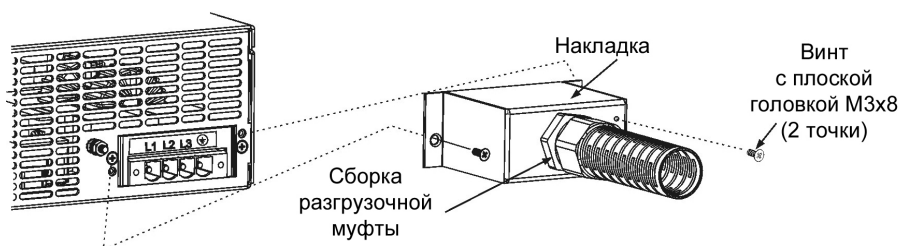

Рис.3-4: Входной разъем переменного тока и разгрузочная муфта
6. Разложите провода внутри футляра для предохранения их от сдавливания. Закрепите кожух на приборе, используя имеющиеся в комплекте винты с плоской головкой М3х8. За более подробной информацией обратитесь к Рис.3-4.